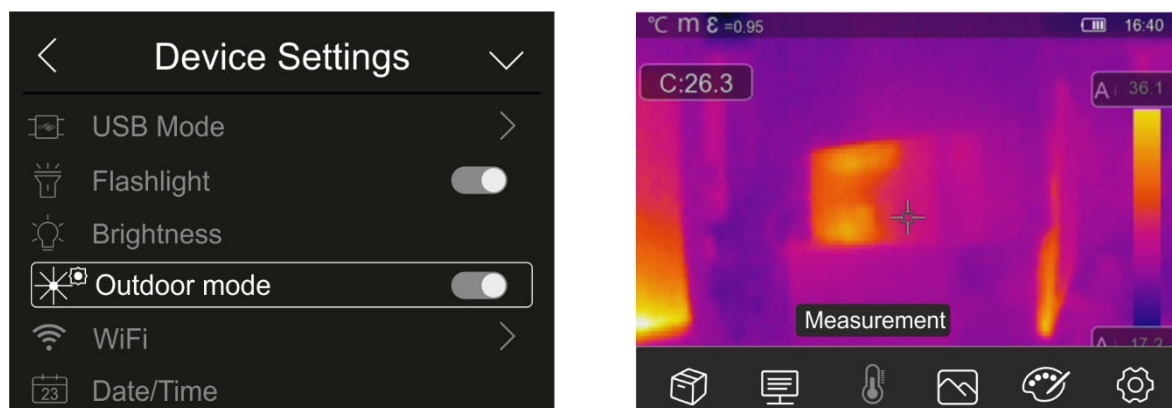

Abb. 16: Einstellung der Externer Modus
1. Berühren Sie „Outdoor mode“, für auswählen/abwählen die Visualisierung der Symbole in der unteren Leiste des Displays mit umgekehrten Farben, um die Sichtbarkeit in der äußeren Umgebung zu verbessern. Die Bildschirmseite in Abb. 16 – rechts Seite erscheint im Display